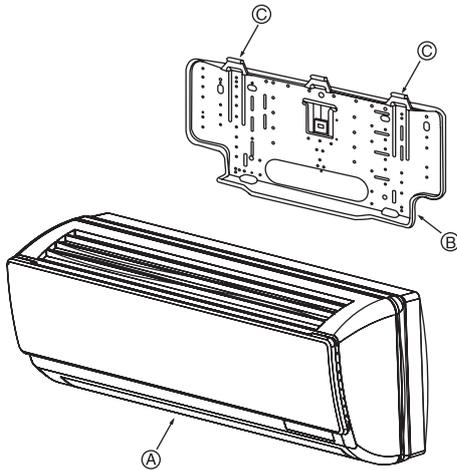

Fig. 3-8
3.3. Montaggio dell'unità (Fig. 3-8)
- ① Fissare saldamente i dispositivi di sospensione della sezione interna sopra i fermi dell'attrezzatura di montaggio.
② Una volta completata la tubazione, fissare la sezione interna e l'attrezzatura di montaggio con le viti di fissaggio.